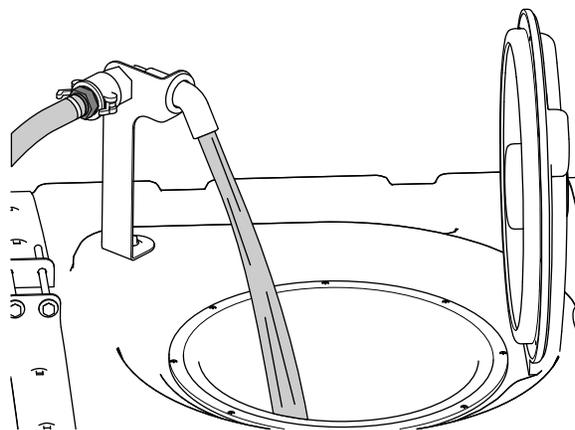

Рисунок 31
5. Залейте 3/4 требуемого объема воды в бак опрыскивателя (Рисунок 31).